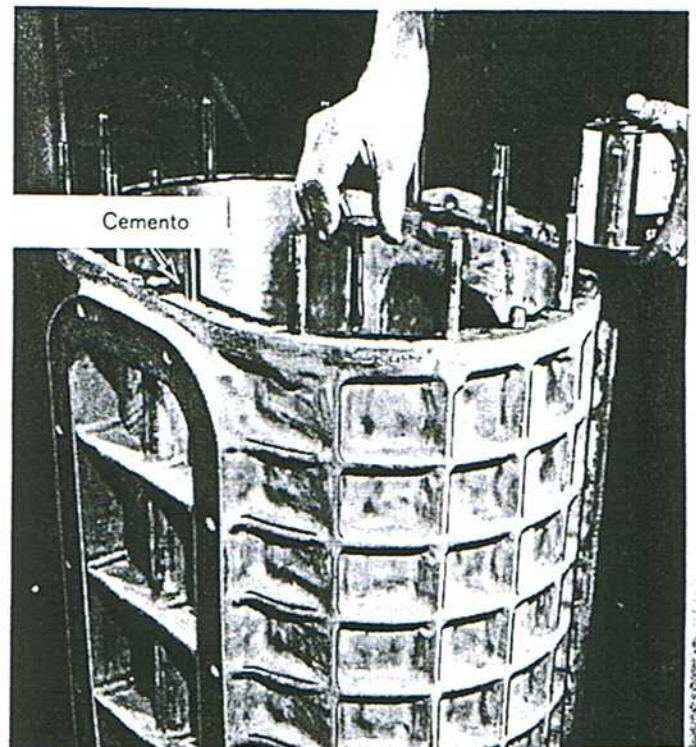

Fig. 27 - Aplicación del cemento.
2. Colocar la carcasa como se indica en la fig. 27, verticalmente con el extremo frontal en la parte inferior. Aplicar una pequeña cantidad de cemento para juntas 8055819 en el extremo de la carcasa, por la parte interior a la línea de los espárragos. Se pondrá la cantidad mínima de cemento, suficiente para fijar el hilo que se colocará en el siguiente punto.